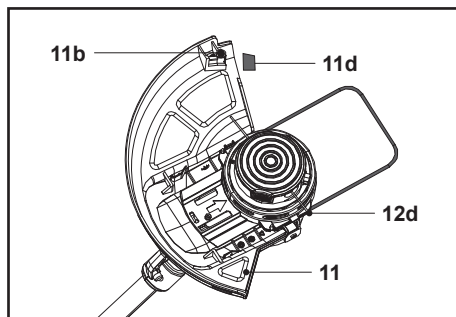

Fig. 14
A proteção (11) protege o utilizador contra objetos projetados durante a utilização. Esta está equipada com uma faca (11b) que corta os fios do aparador (12d) (Fig. 14).